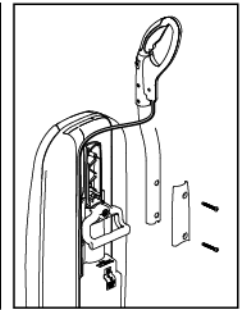

Fig. 2
- Placez la poignée au dos de l'aspirateur, en alignant les trous avec les chevilles (Fig. 2).